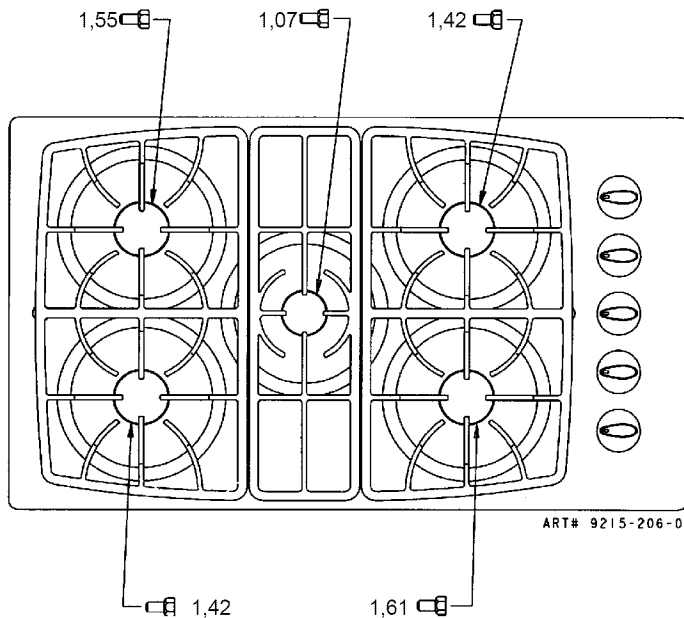

FIGURE 14
3. Pour l'étape 4 : Trouver les raccords à orifice montés sur l'appareil à l'origine, avant sa conversion au GPL. Observer le nombre que porte chaque raccord et noter l'emplacement de brûleur correct pour chacun sur les figures 14 et 15.